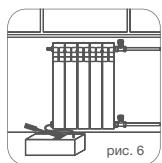

рис. 6
- 8.6. Гидростатическое испытание водяных систем и приборов отопления должно проводиться под давлением, в 1,5 раза превышающим рабочее давление (пример рис. 6). По факту проведения испытаний составляется акт ввода системы и приборов в эксплуатацию в установленной форме.